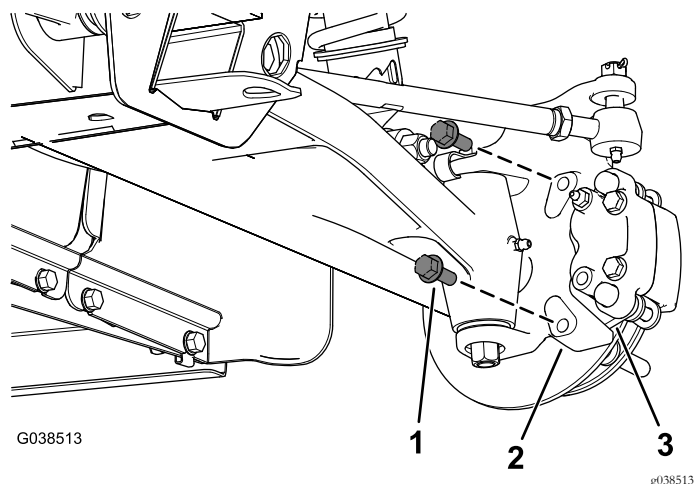

Figura 4
4. Retire los pernos con arandela prensada ($3/8"$ x $1"$) que sujetan el soporte del conjunto de pinza de freno a la mangueta, y separe el conjunto de pinza de freno de la mangueta (Figura 4).
9. Instale el conjunto de pinza de freno nuevo en la mangueta usando 2 pernos con arandela prensada ($3/8" \times 1"$), según se muestra en Figura 4.